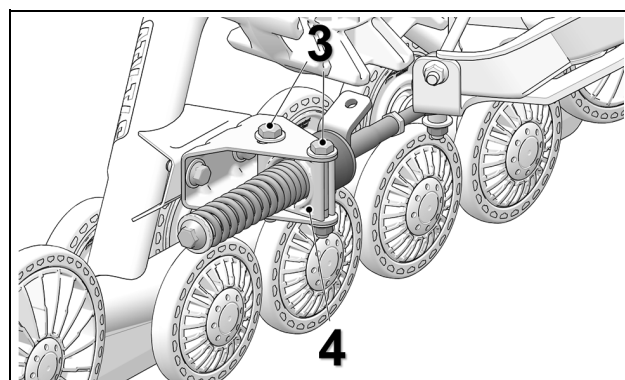

Figure 14
- Desserrer les boulons (3) de l'ancrage anti-rotation afin de permettre à la pièce de support (4) de pivoter. Voir la Figure 14.